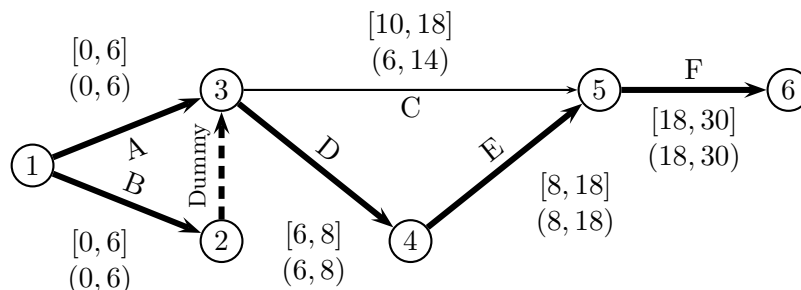

Figura 3.10: Crashing del Proyecto - Paso 2
cualquier nueva aceleración de la actividad B debe involucrar también a la actividad A para no retardar la duración del proyecto, de forma que se obtiene un costo unitario conjunto de $10 + 20 = 30$. Dicho costo coincide con el costo de la otra actividad factible de acelerar (D), luego se puede escoger en acelerar D o A y B simultáneamente. La diferencia entre el tiempo más temprano y más tarde de la actividad C es 9 días, por lo tanto el valor máximo de aceleración para D queda controlado por la restricción de 5 días por enunciado. Como la actividad B ya ha sido acelerada en 3 días, sólo es posible acelerarla 2 días más. Como interesa llegar lo más pronto posible a los 25 días requeridos de duración del proyecto se escoge D , obteniendo como nueva duración del proyecto $35 - 5 = 30$ días. El costo adicional es de $5 \times 30 = 150$, luego el costo total acumulado es de $60 + 150 = 210$. La nueva condición de la malla se muestra en la figura 3.10.